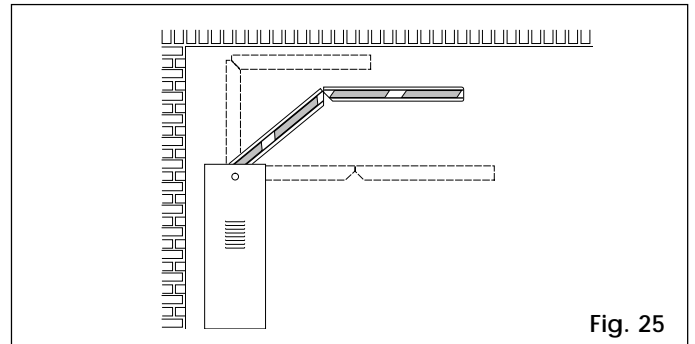

Fig. 25
**KIT ARTICULÉE (fig. 25 uniquement mod. 620)**